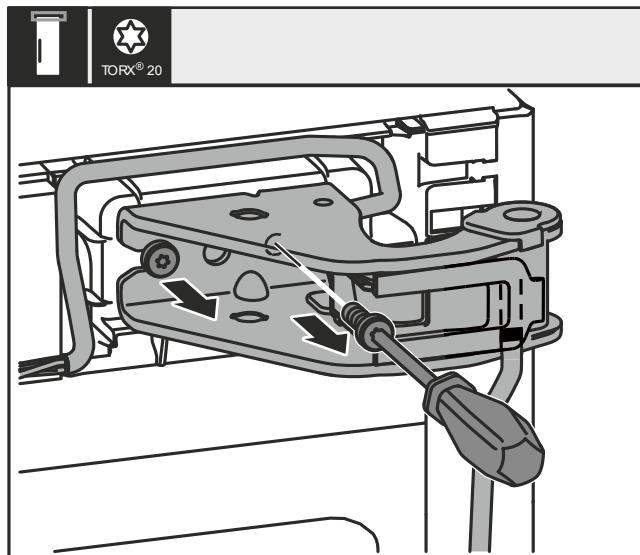

図18
- 図18で取り外したヒンジのベアリングブッシュ①を取り外します。
- ケーブルホルダー②を回転させます。